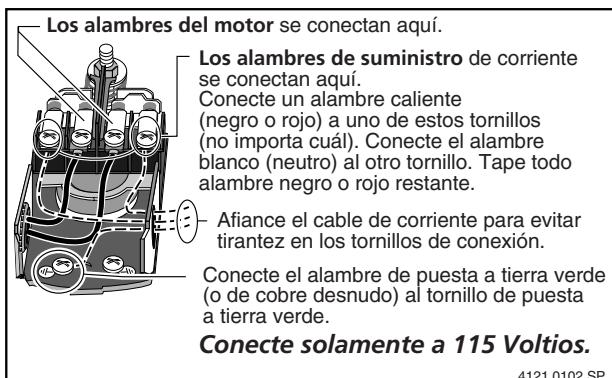

Figura 7. Conexiones de los cables para el suministro de corriente de 115 voltios.
Su manóstato se parece a uno de los que se ilustran en la figura 7. Conecte el suministro de corriente según se ilustra para su tipo de manóstato.
- Conecte el cable de puesta a tierra primero según se ilustra en la Figura 7. El cable de puesta a tierra debe ser un cable de cobre macizo por lo menos tan grande como los cables de suministro de corriente.
- Conecte los cables de suministro de corriente al manóstato según se ilustra en la Figura 7.